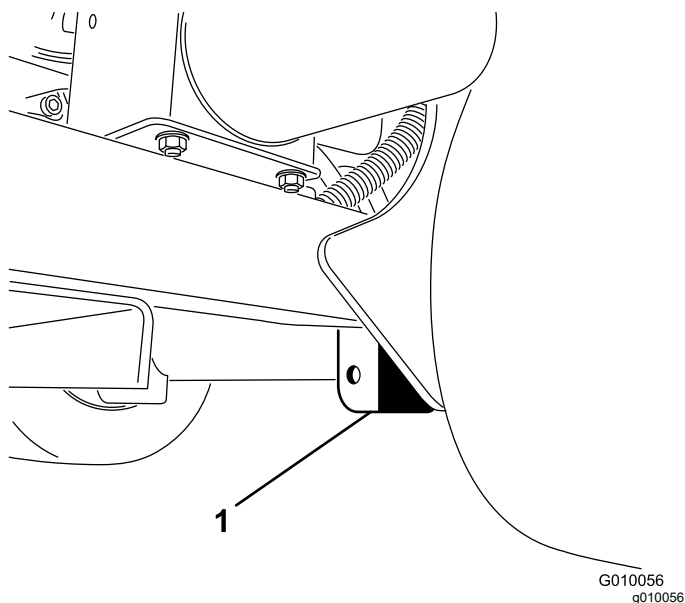

Figura 38
- Collocate il cavalletto con sicurezza sotto la piastra del telaio, appena oltre la ruota posteriore (Figura 38).